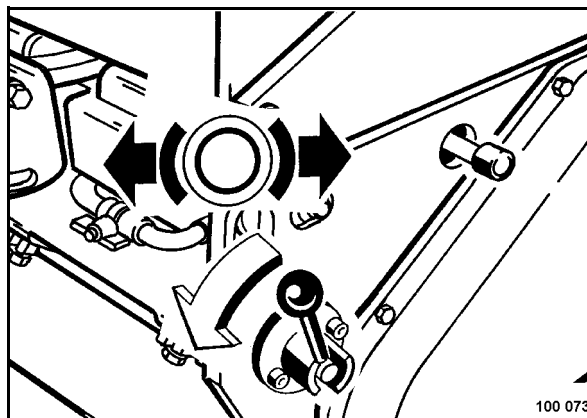

рис. 27
- Вытянуть приводной рычаг (рис. 27) и ввести его в зацепление влево к символу «стояночный тормоз расторможен».